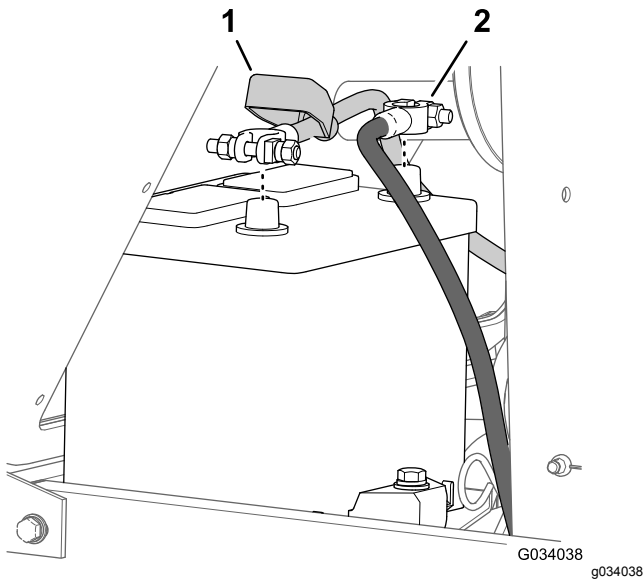

Figura 54
2. Desconecte el cable negativo (-) del borne de la batería (Figura 54).
3. Aleje el capuchón aislante de la abrazadera del cable de la batería (Figura 54).
4. Desconecte el cable positivo (+) del borne de la batería (Figura 54).
7. Conecte los cables, cable positivo (+) al borne positivo de la batería (Figura 54).
8. Conecte el cable negativo (-) al borne negativo de la batería (Figura 54).